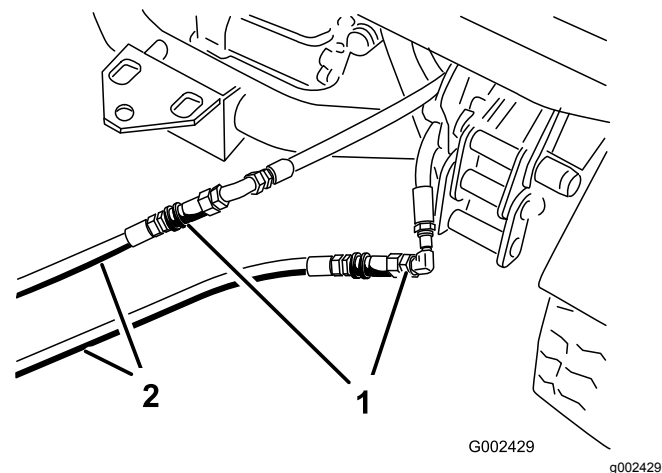

Figure 77
3. Sur la machine en panne, branchez les 2 flexibles de dépannage aux flexibles débranchés (Figure 77).